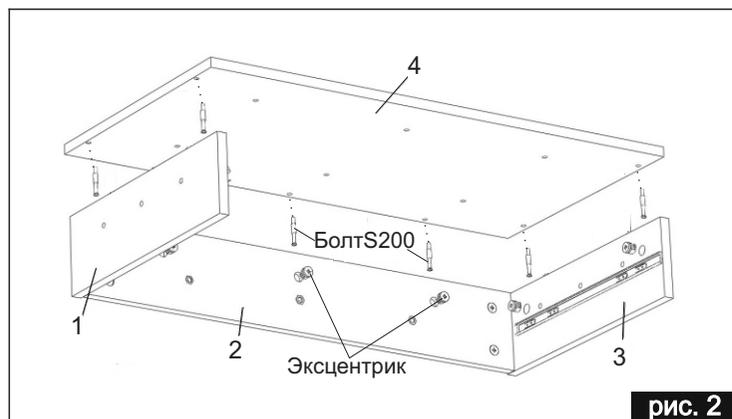

рис. 2
- 2 Вкрутить соединительный болт S200 - 7 шт. в деталь 4, с помощью эксцентриков соединить с полученной конструкцией в пункте 1 (рис. 2).